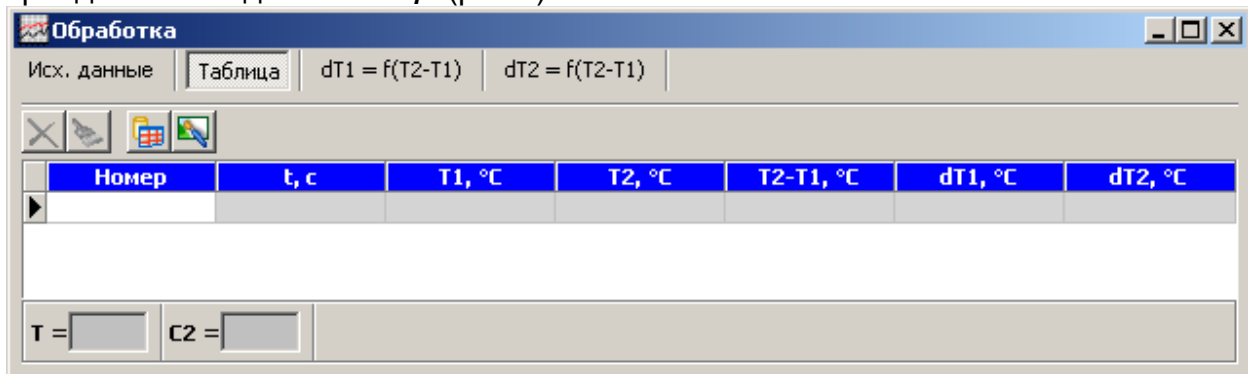

Рис.6
3. Перейдите к вкладке **Таблица** (рис.6)
Сравнив изменения температур жидкостей $T_{1N} - T_{10}$ и $T_{20} - T_{2N}$ на интервале (t_0, t_N) и используя уравнение теплового баланса, определите теплоемкость неизвестной жидкости с учетом нагрева алюминиевого стакана. Данные о теплоемкостях веществ имеются в **Теоретические основы работы**. Введите это значение, округлив его до целых (!), в окно ввода $C = \square$ в нижней части вкладки **Таблица** или **Исходные данные**. Теплоемкостью пластиковой ампулы пренебречь. Если расчеты выполнены верно, то окно для ввода окрасится зеленым (рис.6).
5. Используя уравнение теплового баланса, по значениям температур жидкостей T_{10}, T_{20}, T_{1N} и T_{2N} в начале и конце интервала (t_0, t_N) рассчитайте температуру теплового равновесия T_∞ , к которой должны были бы прийти обе жидкости при длительном теплообмене. Внесите ее в соответствующее окно в нижней части вкладки **Таблица** (рис.6). В расчетную формулу теплоемкости веществ участвующих в теплообмене